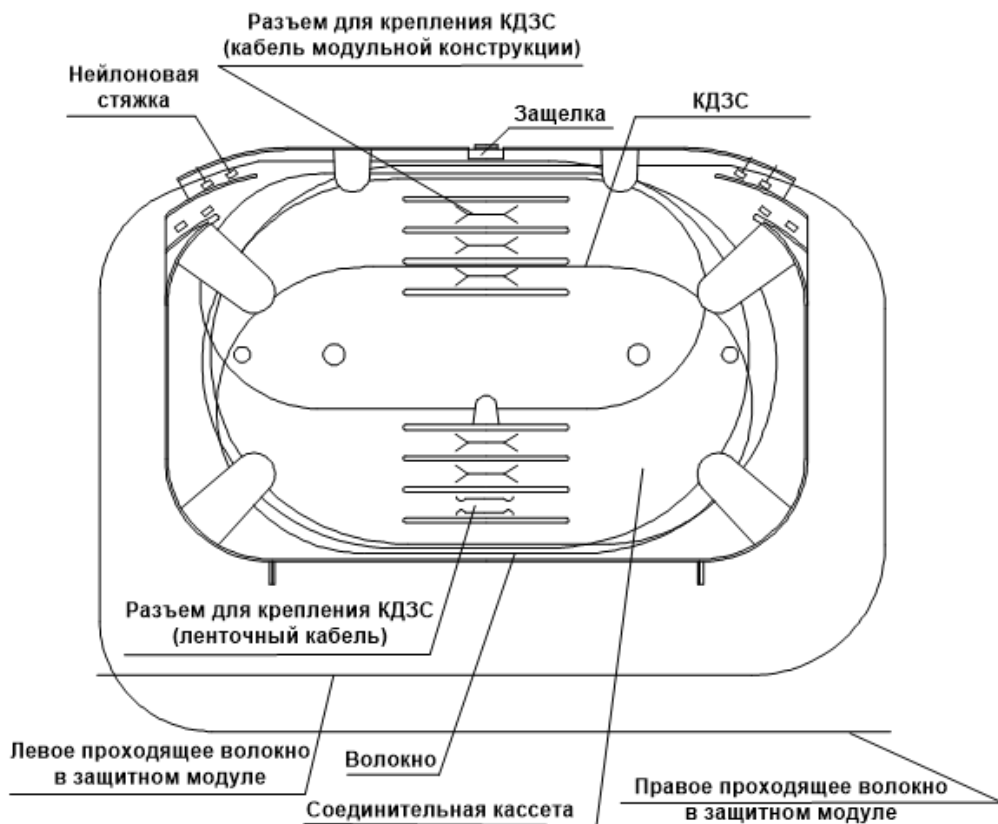

Рисунок 6 - Сварка оптических волокон
2. Кольца помещаются в сплайс-кассету вместе с гильзами (КДЗС). Сначала закрепите гильзу в одной из ячеек кассеты, затем укладывайте волокно в кольца, увеличивая их диаметр для укладки запаса. Смотрите рисунок 6.